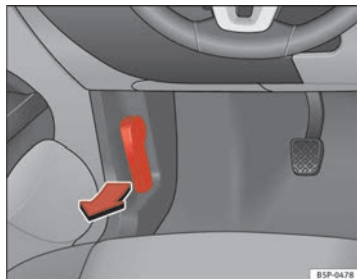

Fig. 161 Detalle de la zona reposapiés del lado del conductor: palanca para el desbloqueo del capó del motor.
- Tire de la palanca que se encuentra bajo el tablero de instrumentos ⇒ página 239, fig. 161 en el sentido que indica la flecha. El capó queda desbloqueado por la acción resorte del muelle ⇒